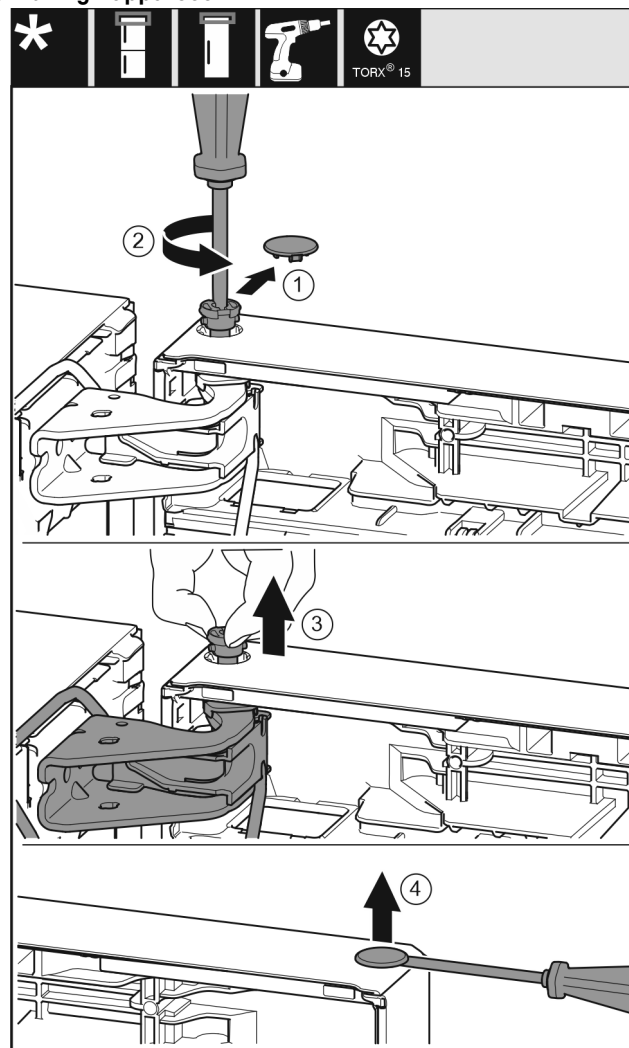

Fig. 22
- ▶ Estrarre con cautela la copertura di protezione. Fig. 22 (1)
- ▶ Con un cacciavite T15 svitare un po' il perno. Fig. 22 (2)
- ▶ Tenere ferma la porta ed estrarre il perno con le dita. Fig. 22 (3)
- ▶ Con un cacciavite a testa a intaglio sollevare con cautela i tappi a vite dalla boccola della porta ed estrarli. Fig. 22 (4)